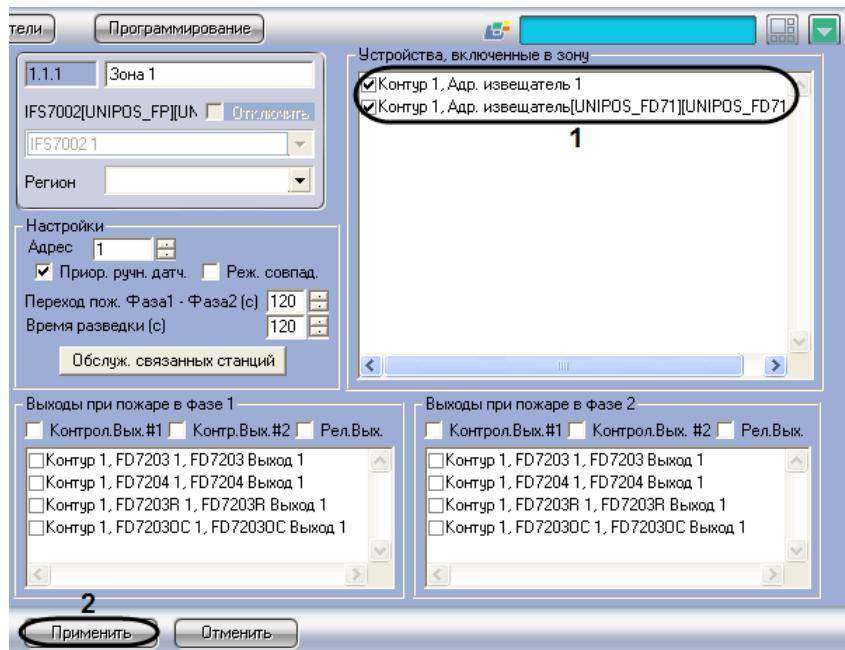

Рис. 3.7-5 Включение устройств в пожароизвещательную зону
1. Перейти на панель настройки объекта **Зона** (Рис. 3.7-5).
2. В группе **Устройства, включенные в зону** установить флагки напротив требуемых адресных извещателей (см. Рис. 3.7-5, 1).
3. Для сохранения настроек во внутренней базе данных Сервера *Интеллект* нажать кнопку **Применить** (см. Рис. 3.7-5, 2).